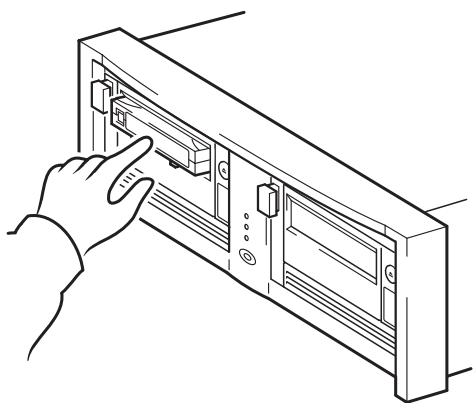

图 10a: 使用 HP OBDR, 第一步
- 1 将最新的可引导盒式磁带插入已分配给 HP OBDR 的磁带机中（见图 10a）。盒式磁带必须通过以 CD-ROM 格式写入数据的备份应用程序来写入。